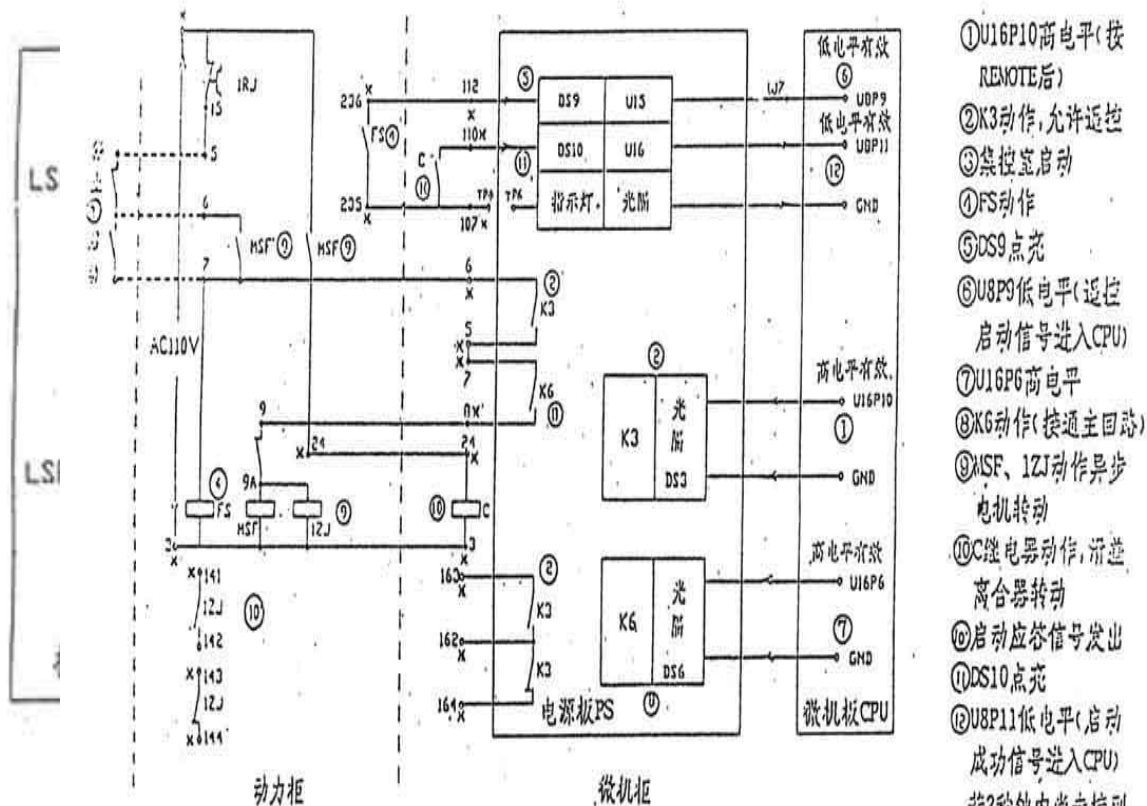

图 57 遥控启动与答信号
故障定位：按堵煤信号流程图检查和定位。见图 57。
故障定位：按遥探启动与应答信号流程图检查和定位。见图 57。
- 3) 调速和测速信号回路有故障（见图 57）
6.5.3.4 遥控启动与应答信号（见图 57）